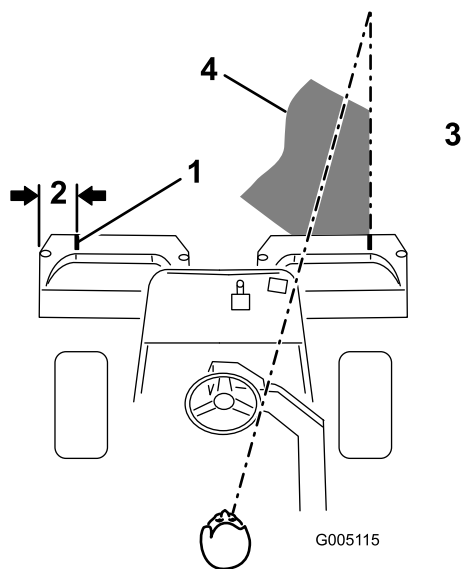

Bild 12
2. Bringen Sie einen Streifen weißen Isolierbands an jedem Korb an, oder zeichnen Sie eine Linie. Das Isolierband bzw. die Linie sollte parallel mit der äußeren Kante jedes Korbs verlaufen (Bild 12).